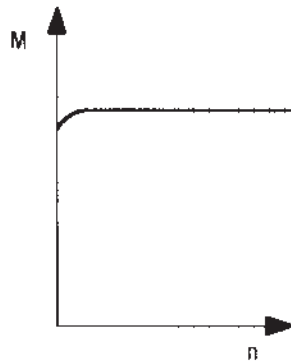

Fig. 3
Für viele Einsatzfälle sind Magnetpulverbremser erforderlich. Setzt man den Außenrotor fest, entsteht aus einer Kupplung eine Bremse. Bei feststehendem Außenrotor sind die Schleifringe zur Stromzufuhr nicht nötig. Die Stromzufuhr erfolgt über Flachzungenstecker am Außenrotor. Nach diesem Prinzip sind Magneta-Magnetpulverbremser aufgebaut (Fig. 3).
In many cases, the use of magnetic particle brakes is necessary. If the external rotor is fixed, the clutch operates as a brake. If the external rotor is fixed, slip rings are not required for the power input. The power input is provided by spade connectors on the external rotor. This is the principle of all Magneta magnetic particle brakes (Fig. 3).
Les freins à poudre magnétique se prêtent à de nombreuses applications. Si l'on immobilise le rotor extérieur, l'embrayage se transforme en frein. Lorsque le rotor extérieur est immobilisé, les bagues collectrices destinées à l'apport de courant s'avèrent superflues. L'apport de courant se fait à l'aide d'une fiche plate de raccordement au niveau du rotor extérieur. Les freins à poudre magnétique Magneta obéissent à ce principe de construction (fig.3).
- $M$  unabhängig von der Drehzahl einstellbar (Fig. 3)
- $M$  adjustable of speed (fig. 3)
- $M$  réglable indépendamment de la vitesse (fig. 3)